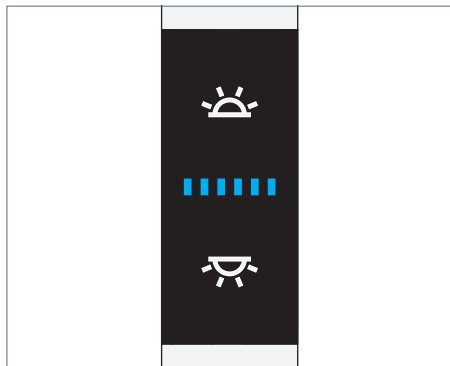

Fig. 11: Elemento di comando.
- Premere il tasto superiore, vedi Fig. 11.
- Premere il tasto inferiore, vedi Fig. 11.
- Premere il tasto inferiore e tenerlo premuto, vedi Fig. 11.
- Premere il tasto superiore e tenerlo premuto per almeno un secondo, vedi Fig. 11. La luce indiretta viene utilizzata alla massima potenza. Il LED blu nel sensore si accende. VTL è disattivato.
- Premere il tasto superiore e tenerlo premuto per almeno un secondo o spegnere e accendere di nuovo VTL, vedi Fig. 11. Il LED blu nel sensore non si accende. VTL è attivato. Alla prossima accensione automatica dell'apparecchio, VTL viene acceso.